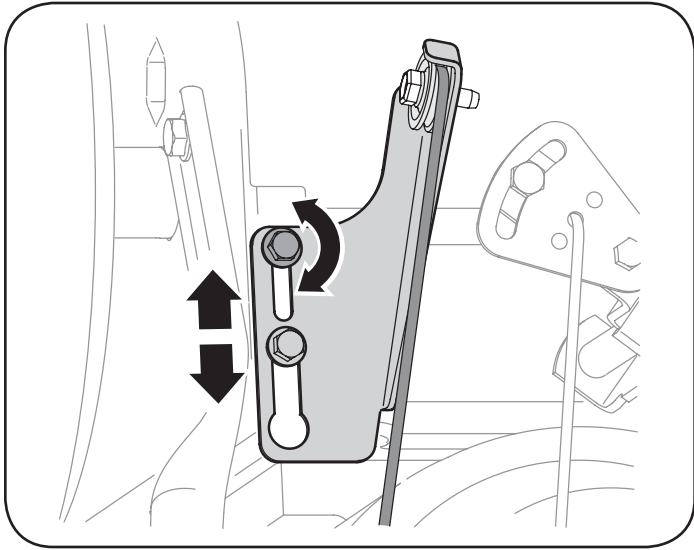

Figure 29
5. Desserrez le vis à six pans inférieur sur le support du câble de la transmission. Voir la Figure 29.